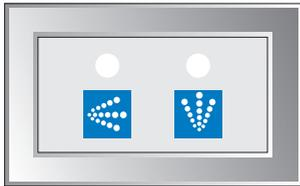

Abbildung 9: Zwei-Tasten-Bedienfeld
4.1.3 Bedienung der Hydro-Aero-Kombination. (Siehe Abb. 9 und 10)